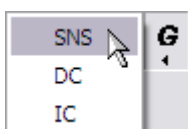

Рис. 2.48
2. В левой части вкладки **Схема кодирования** нажмите на кнопку **Группа**  и выберите из раскрывшегося списка **SNS** (Рис. 2.48).